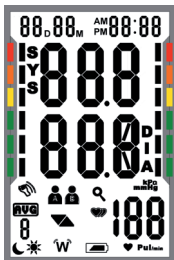

Fig. 7
- Après avoir fixé le collier et vous êtes dans une position confortable, appuyez sur le bouton „On / Off START“. Un signal apparaît et tous les symboles d'affichage sont affichés pour l'auto-test. (s. fig. 7)